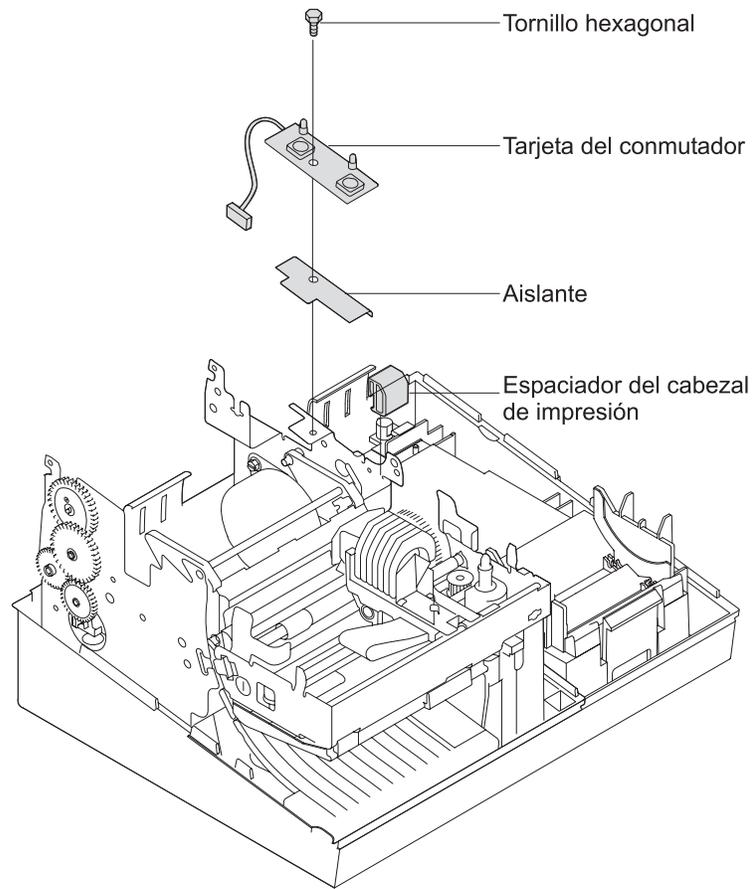

Figura 4-34. Extracción de la tarjeta del conmutador y del espaciador del cabezal de impresión
4. Afloje el tornillo y extraiga la **tarjeta del conmutador**. Consulte la Figura 4-34 en la página 4-43.